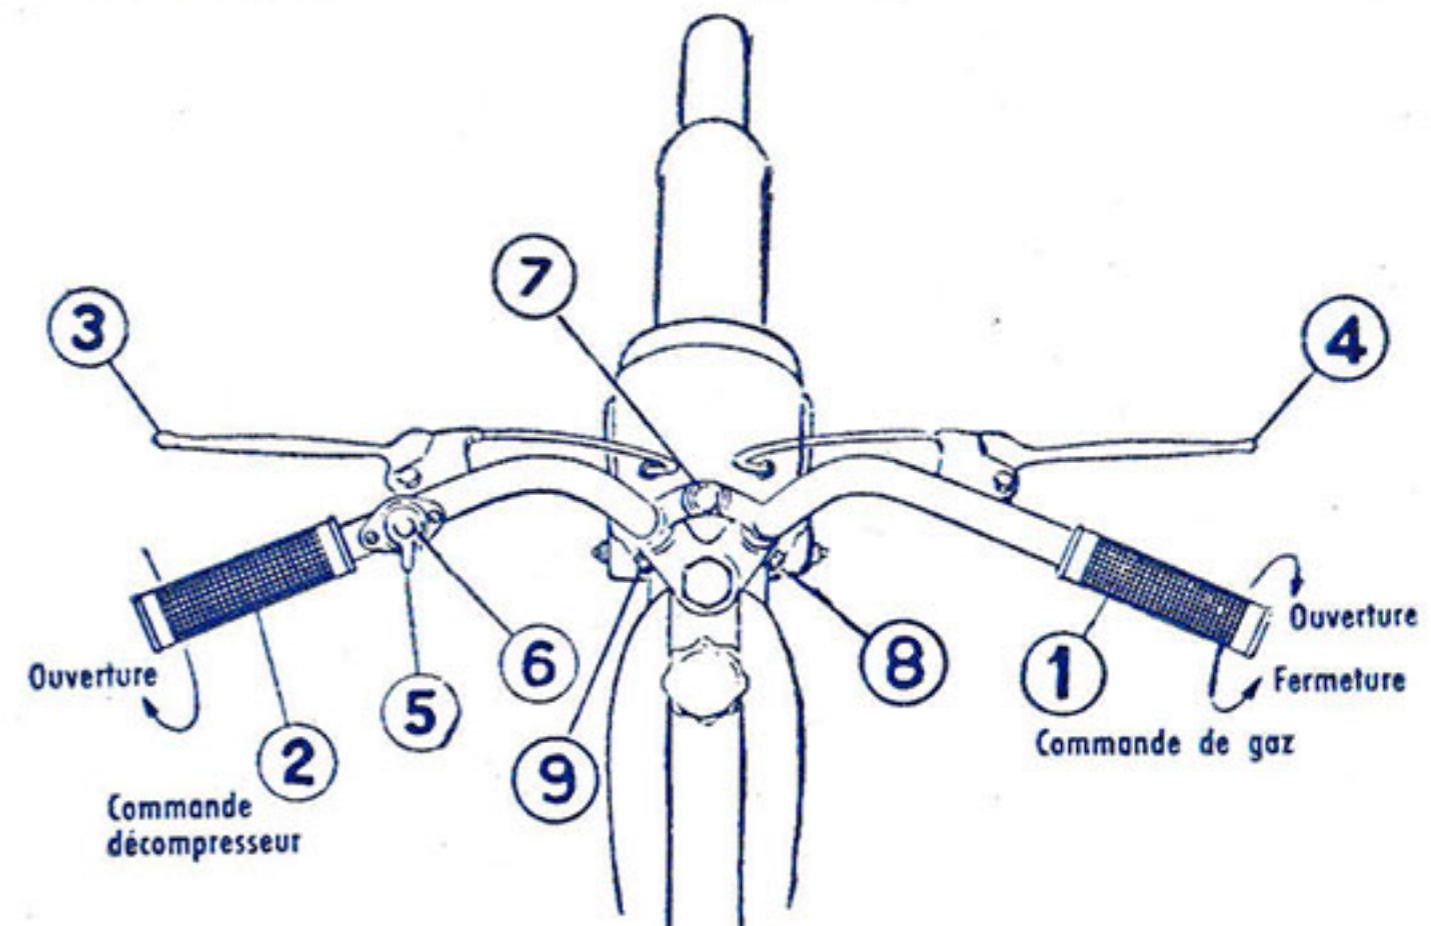

Fig. 2. — Commandes sur le guidon
- Ouvrir (environ à moitié) la poignée de commande des gaz (n° 1, fig. 2).
- Ayant enfourché le MOSQUITO 511, ouvrir le décompresseur en agissant sur la poignée gauche (n° 2, fig. 2) et se mettre en route en pédalant. Après quelques coups de pédales, cesser d'agir sur le décompresseur, tout en continuant de pédaler. Dès que l'on entend les premières explosions du moteur, l'aider dans son effort par quelques coups de pédales supplémentaires s'il y a lieu, et régler la vitesse en agissant sur la commande des gaz.
Mais avec l'embrayage CENTRIMATIC, il est possible de mettre en route sans avoir à monter sur la machine, en marchant d'un pas rapide, le MOSQUITO 511 tenu à la main, le décompresseur maintenu ouvert, le moteur part de lui-même au moment où l'on referme le décompresseur. Mais il faut avoir soin de fermer immédiatement la commande des gaz (n° 1, fig. 2) afin que le moteur ne tourne qu'au ralenti et que l'embrayage automatique demeure débrayé.
Toutes les commandes : moteur, freins, éclairage, avertisseur, sont solidaires du guidon (fig. 2).